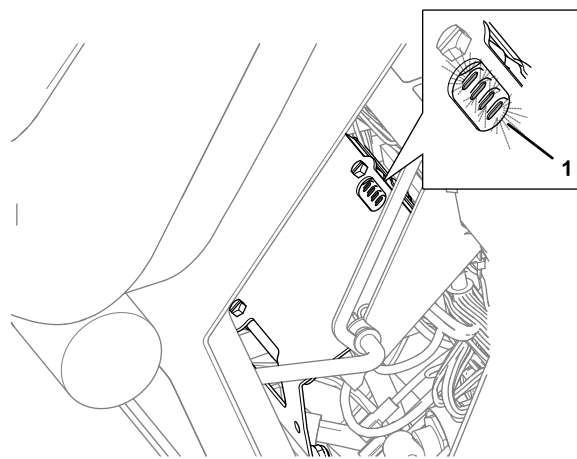

Рисунок 267
- Модем – светодиодные индикаторы загораются (Рисунок 267)